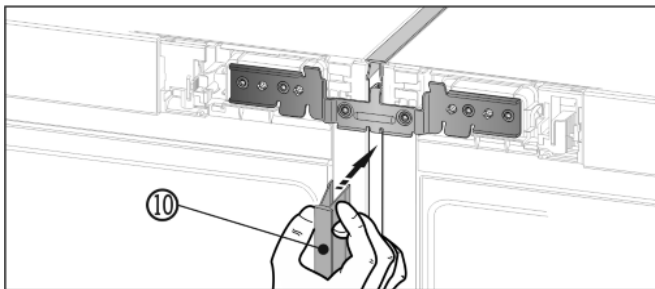

Fig. 14
- À l'avant, pousser la baguette longue Fig. 14 (10) dans la fente verticale. Veiller à ce que la baguette repose sur la plaque d'union.